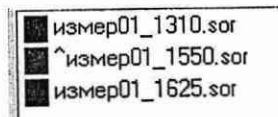

Рисунок 6
5) После окончания измерения перейти на закладку **2 маркера**, установить маркеры на рефлектограмму и убедиться в возможности измерения затухания и длины ОВ на каждой длине волны. Измерения проводятся по "активной" рефлектограмме, около названия которой есть символ  $\wedge$  (см. рисунок 6). Чтобы сделать рефлектограмму активной надо дважды щелкнуть левой клавишей мыши по ее названию.